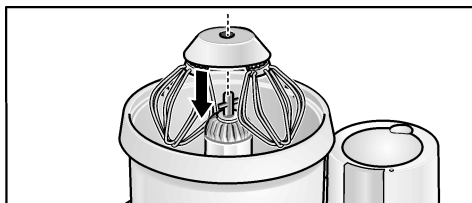

Figure 6
4. Placez et montez l'ensemble double fouet malaxeur sur l'arbre d'entraînement du bol mélangeur, comme le montre la fig. 6.